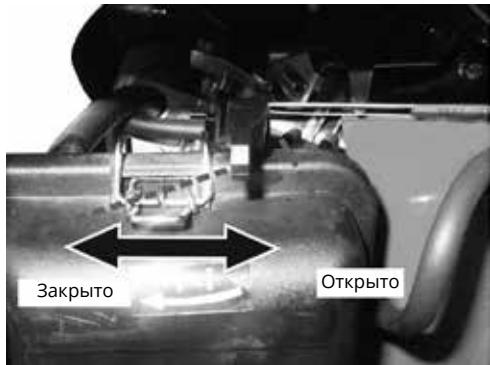

Рис. 3.2
2. Передвиньте рычаг воздушной заслонки в положение «ЗАКРЫТО». Если двигатель теплый или температура воздуха высокая, оставьте рычаг в положении «ОТКРЫТО» (**рис. 3.2**).
5. Передвигните рычаг воздушной заслонки в позицию «ОТКРЫТО», когда двигатель прогреется (**рис. 3.2**).